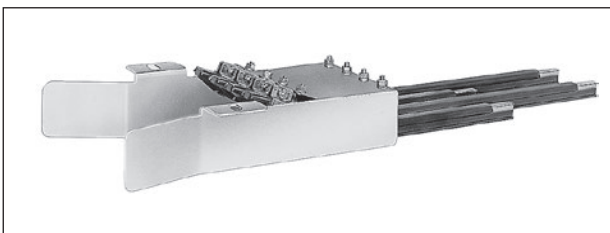

Bild 9: Einführungstrichter
12. Einführungstrichter (Bild 9)